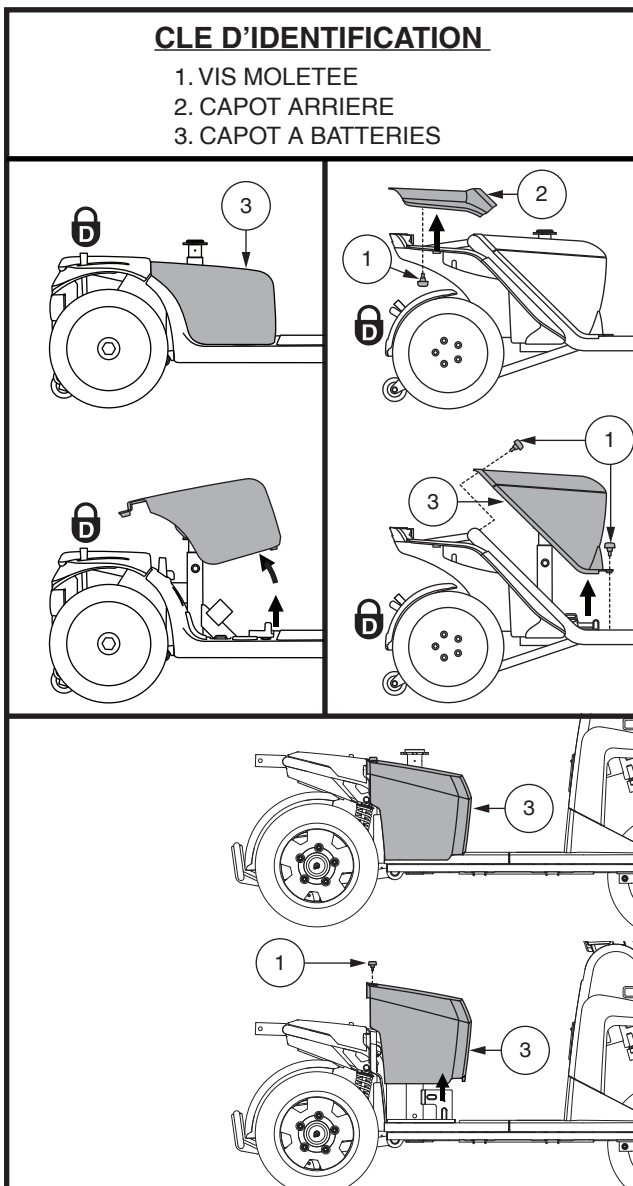

Figure 14. Retirer/Installer le protecteur de la batterie
1. Retirez le siège et le capot à batteries. **Voir la figure 14.**
- a.) Pour modèles 614 et 714, retirez les deux (2) vis moletées du capot arrière du scooter qui le fixe sur la structure et soulevez-le à la verticale. **Voir la figure 14.**
- b.) Pour modèles 614 et 714, retirez les quatre (4) vis moletées du couvercle à batteries qui le fixe sur la structure et soulevez-le à la verticale. **Voir la figure 14.**